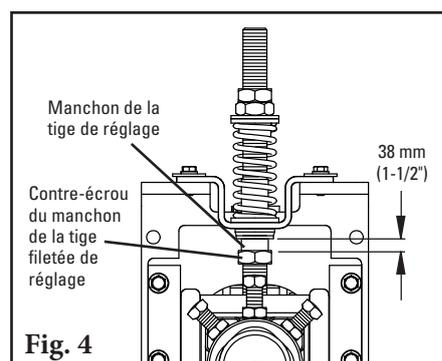

Fig. 4
- Réglez le manchon de la tige de réglage.** Après avoir réglé la tension des lames, vissez le manchon de la tige filetée de réglage dans la buse de guidage UHMW jusqu'à ce qu'il dépasse de 38 mm (1-1/2") (Fig. 4). Serrez le contre-écrou du manchon de la tige filetée de réglage.